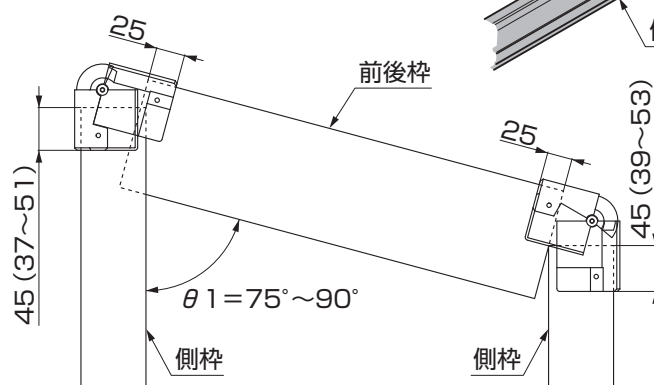

図5-8 前後枠・側枠の差込み寸法
- コーナーブロックの側枠、前後枠の差込み寸法は図 5-8 を参照してください。
- ①側枠をタイトフレームに本体に同梱の「折板固定用笠ワッシャー」、「ルーフボルトキャップ」で折板に取付けてください。
- ②折板の端部から22mmの位置にフェルトペンまたはテープなどで「印」をつけてください。